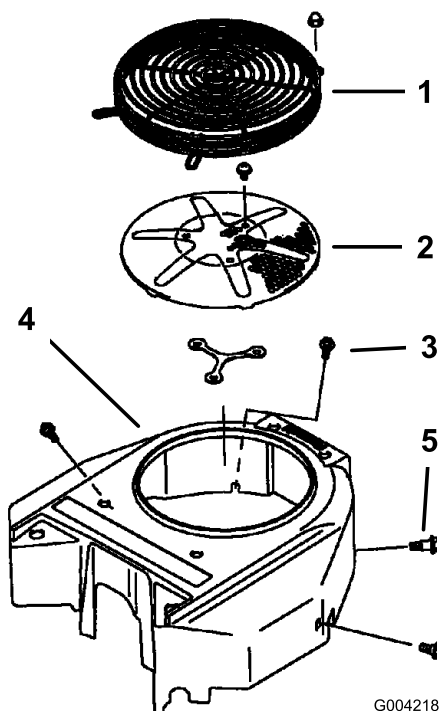

Figura 82
3. Retire la rejilla de entrada de aire, el arrancador de retroceso y la carcasa del ventilador (Figura 82).
5. Instale la rejilla de entrada de aire, el arrancador de retroceso y la carcasa del ventilador (Figura 82).